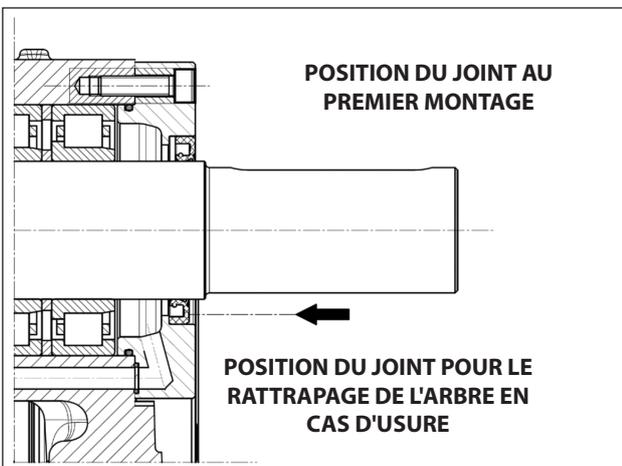

Fig. 64
Avant de procéder au montage du joint d'étanchéité radial, vérifier les conditions de la lèvre d'étanchéité. S'il s'avère nécessaire de remplacer le joint, placer le nouveau comme le montre la Fig. 64.
**Si l'arbre PTO présente une usure diamétrale au niveau de la lèvre d'étanchéité, pour éviter la rectification, placer le joint en deuxième position, comme le montre la Fig. 64.**